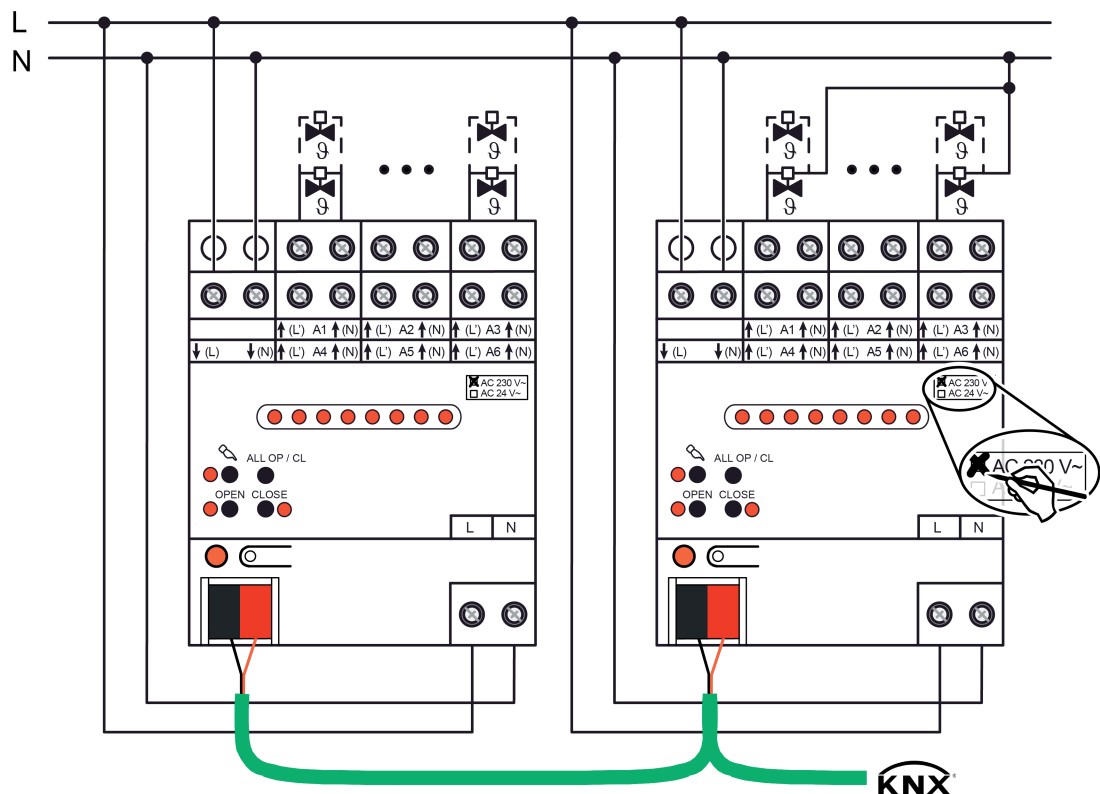

Bild 2: Anschluss für Stellantriebe AC 230 V (Anschlussbeispiele)
- Stellantriebe AC 230 V gemäß Anschlussplan (Bild 2) anschließen. Die Neutralleiter der Stellantriebe können entweder jeweils direkt mit den N-Klemmen der Ausgänge des Heizungsaktors (Anschlussbeispiel links) oder alternativ gemeinsam mit einem geeigneten N-Potenzial (z. B. N-Leiterklemme im Verteiler) verbunden werden (Anschlussbeispiel rechts). Es ist nicht unbedingt erforderlich, die Neutralleiter der Stellantriebe unmittelbar an den Aktor anzuschließen.
- Versorgung (Netzspannung AC 230 V) für Stellantriebe an Klemmen ↓(L) und ↓(N) (1) anschließen.
- Netzspannung an Klemmen **L N** (5) anschließen.